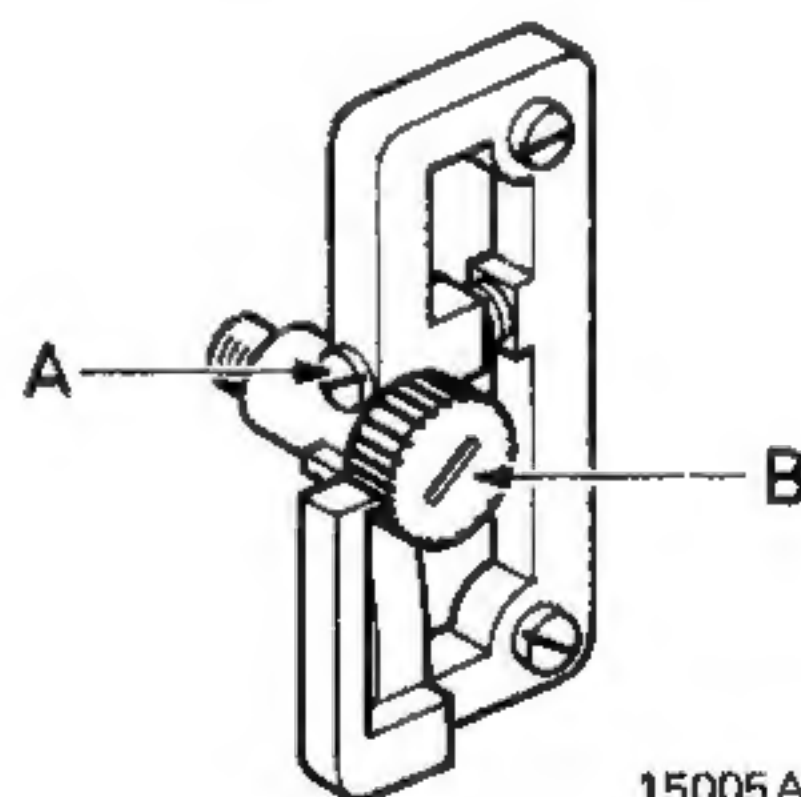

Fig. 7
- Wanneer de band bij de toonas naar boven of naar beneden gaat moet de toonas loodrecht worden ingesteld met schroef A op het vliegwieltaatslager (Fig. 7).
- Dit is in te stellen door schroef B te verdraaien (Fig. 7).